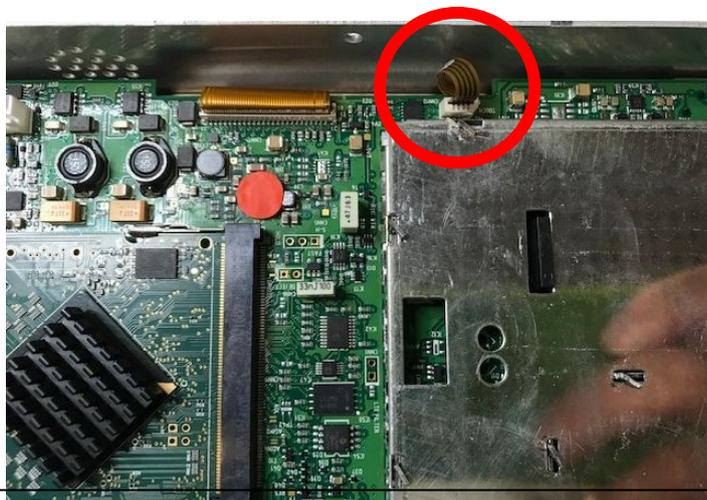

Fig.2 Nuovo display: Cavo Piatto del Touch screen ruotato di 180°.
- a. Il cavo piatto del touch screen (rif. Cerchio rosso in Fig. 2) dev'essere collegato alla scheda madre con una rotazione di 180°;